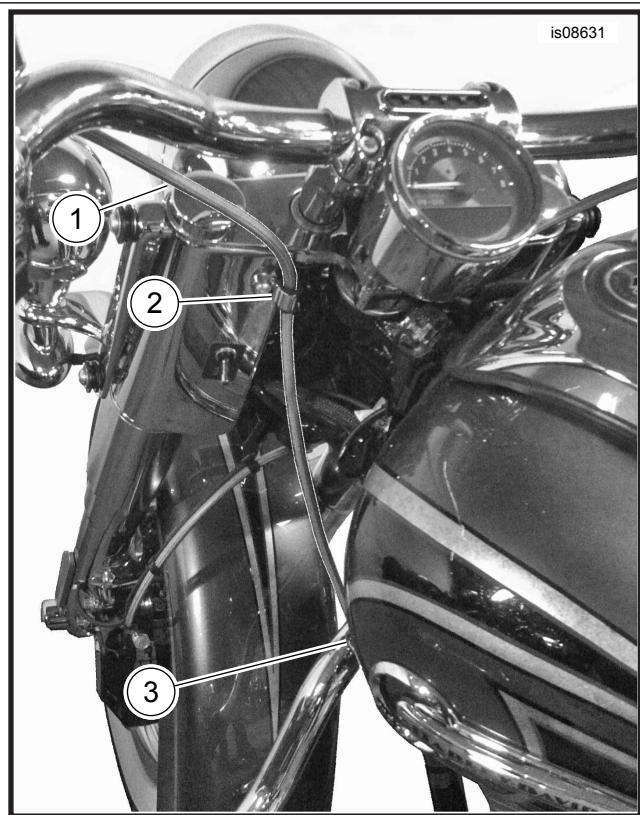

**Figura 5. Routing tal-Linja tal-Fluwijdu tal-Klaċċ ta' Fuq
- b. **Mudelli FLRT:** Ara Figura 5 . Installa l-klamps-P li ġew imneħħija kemm fil-postijiet tal-frejm u kif ukoll f'dawk tan-nacelle. Issikka l-viti tal-klamp-P.